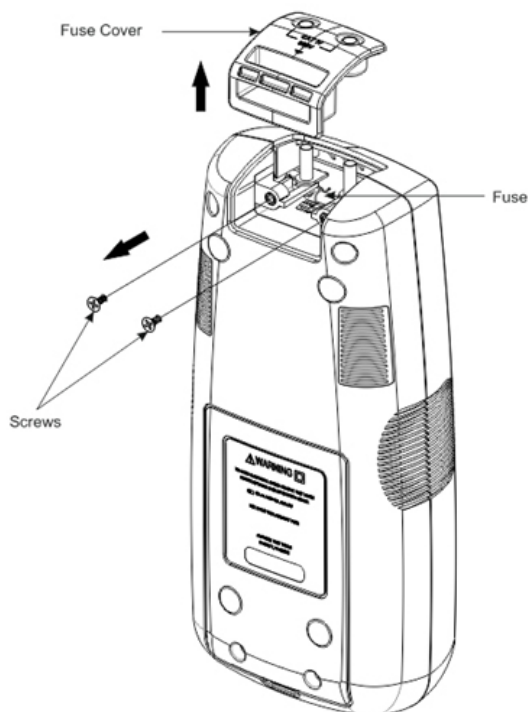

Рис. 5.4. Замена плавкого предохранителя передатчика
4. Снимите крышку пробки, потянув ее вверх, как показано на рис. 5.4.